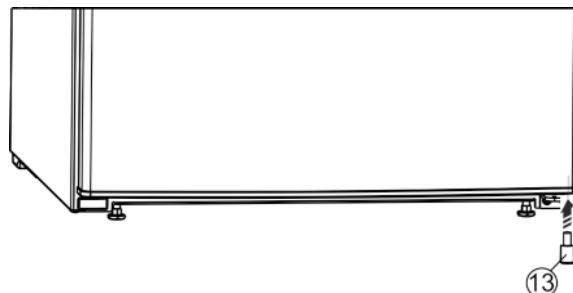

Fig. 11
- Inserire nuovamente il distanziatore Fig. 11 (13) nella porta, a destra in basso, poiché è importante per la stabilità dell'apparecchio.